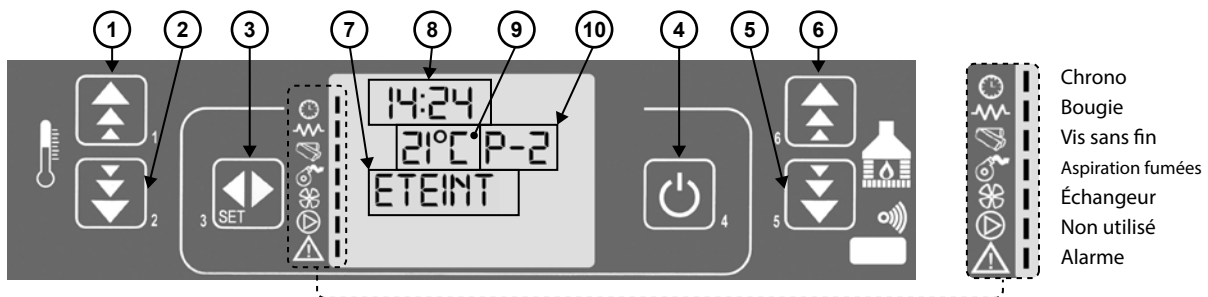

fig. 14a Description des boutons
Permet de configurer l'heure et la date courantes. Le panneau est pourvu d'une batterie au lithium assurant à l'horloge interne une autonomie de plus de 3/5 ans. Pour modifier les valeurs, du menu **03 - Set Chrono**, en utilisant les touches (5) et (6) fig. 14a, parcourir les rubriques jusqu'à « 02 - program jour », choisir les nouvelles valeurs avec les touches (1) et (2) fig. 14a, puis confirmer avec la touche (3) fig. 14a.
Permet de sélectionner la langue de dialogue parmi celles disponibles. Pour modifier la langue, du menu **04 - Choisir la langue**, en utilisant les touches **(1)** et **(2)** fig. 14a, parcourir les rubriques jusqu'à la langue souhaitée.
Active le mode « STAND-BY » qui éteint le produit dès que la température ambiante est supérieure à la valeur configurée (SET) au-delà du temps prédéfini. Suite à un arrêt dû à cette condition, le rallumage ne sera possible que si la température configurée (SET) est inférieure à celle de l'environnement pendant une période déterminée. Pour modifier le mode, du menu **05 - Mode stand-by**, en utilisant les touches **(1)** et **(2)** fig. 14a, il est possible de l'activer/désactiver.
Lorsqu'on a configuré la sélection sur « OFF », le signal sonore est désactivé. Pour modifier le mode, du menu **06 - Avertisseur sonore**, en utilisant les touches **(1)** et **(2)** fig. 14a, il est possible de l'activer/désactiver.